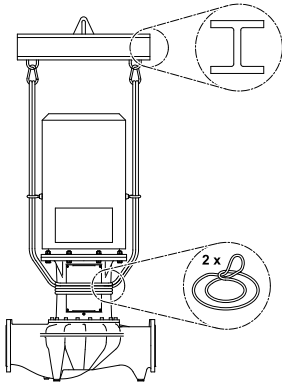

Fig. 32: Yükleme halatlarının takılması (IL modeli)
- Vinç ile kaldırılabilmesi için pompa gösterildiği gibi (Fig. 32/33) uygun bir kayışla sarılmalıdır. Pompa, pompanın kendi ağırlığı ile sabitlenecek olan kayış düğümlerine yerleştirilmelidir.